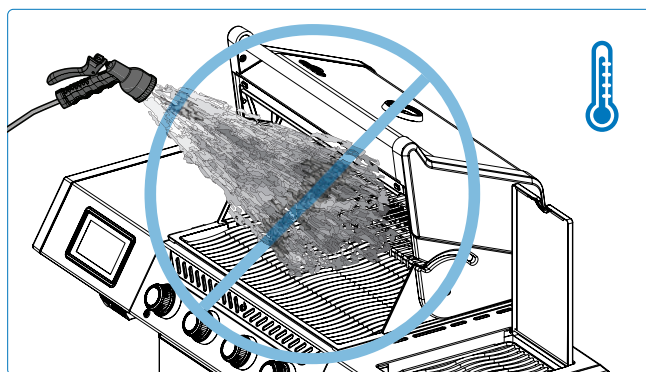

Fig. 20
1. Nunca apague una llama ni controle llamaradas con agua (**Fig. 20**).